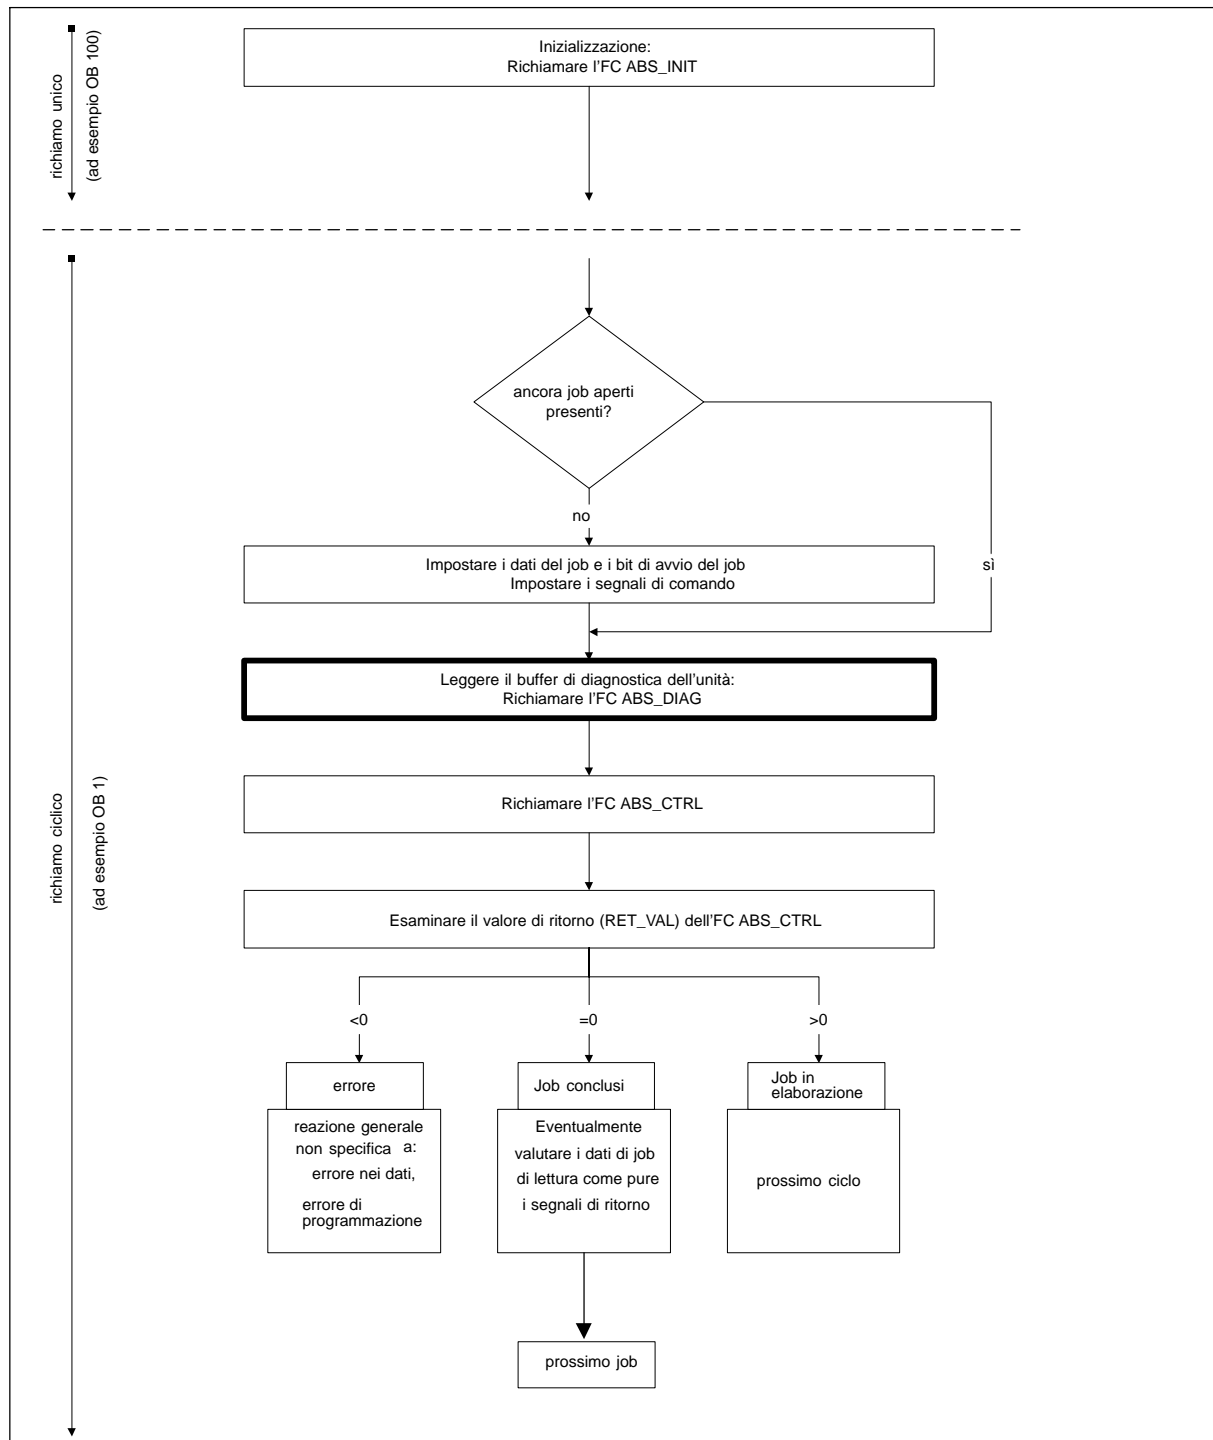

Figura 11-2 Struttura del programma con visualizzazione della diagnostica per l'OP
- Per una visualizzazione in un OP: Leggere ciclicamente il buffer di diagnostica dell'unità nel proprio programma utente (vedi figura 11-2). Valutare nell'OP il DB diagnostico. Il significato di classe d'errore e numero d'errore si trova nella lista degli errori nell'appendice C.5 (pagina C-14).
In figura 11-2, la struttura del programma utente di figura 6-2 è stata integrata con la parte per la lettura del buffer di diagnostica per la visualizzazione in un OP. Il buffer di diagnostica viene memorizzato dall'FC DIAG in un DB che l'OP è in grado di rappresentare.